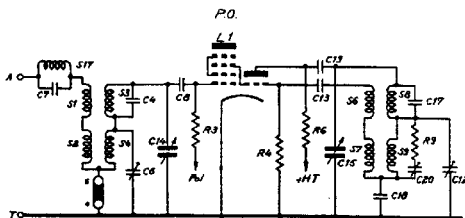

Fig. 2
**GAMME P.O. (fig.2)****Circuit d'accord.**